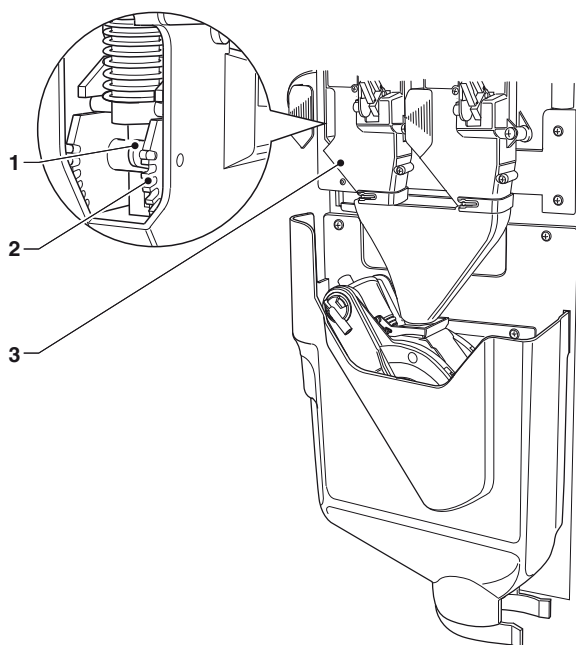

Fig. 23
**En outre, faisant tourner complètement vers le haut le levier il est possible de débrancher la dent de la gorge sur la règle de doses (voir fig. 23)**
Si l'on doit changer le degré de mouture, agir de manière opportune sur la manette prévue à cet effet du moulin (fig. 23) et plus précisément :
Le dispositif de réglage automatique des moulins (figure 23) permet de garder constant dans le temps la qualité de la boisson distribuée, compensant les variations dues aux produits, à l'environnement et à l'usure des moutures.